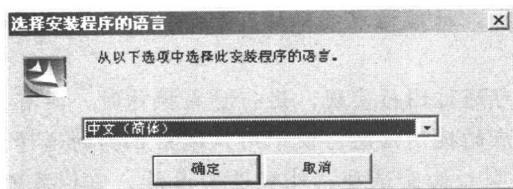

图 1-01 “选择安装程序的语言”对话框
(3) 然后进入“nxflexlm”文件夹，运行“setup”（光盘直接运行的用户则在其弹出的安装界面中直接单击“Install License Server”），系统将会弹出如图 1-01 所示的“选择安装程序的语言”对话框，系统默认为“中文（简体）”，单击“确定”按钮即可（如需安装其他语言，可在对话框的文本框中进行选择）。